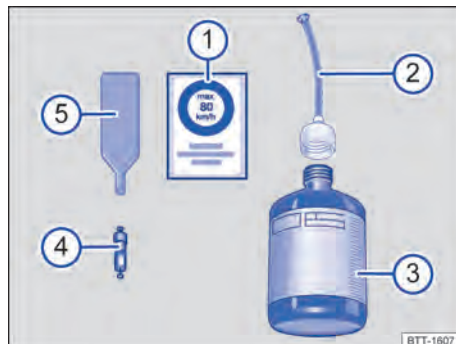

Abb. 240 Bestandteile des Pannensets (Prinzipdarstellung).
- ① Aufkleber mit der Geschwindigkeitsangabe „max. 80 km/h“ oder „max. 50 mph“.
- ② Einfüllschlauch mit Verschlussstopfen.
- ③ Reifenfüllflasche.
- ④ Ersatz-Ventileinsatz.
- ⑤ Ventileinsatzdreher.
i Der Ventileinsatzdreher → Abb. 240 ⑤ hat am unteren Ende einen Schlitz, in den der Ventileinsatz passt. Nur so kann der Ventileinsatz aus dem Reifenventil heraus- und wieder hineingedreht werden. Das gilt auch für den Ersatz-Ventileinsatz ④.
1. Aufkleber aus dem Pannenset → Abb. 240 ① im Blickfeld des Fahrers auf die Instrumententafel kleben.
3. Mit dem Ventileinsatzdreher → Abb. 240 ⑤ den Ventileinsatz aus dem Reifenventil herausdrehen und auf einen sauberen Untergrund legen.
4. Reifenfüllflasche → Abb. 240 ③ einige Male kräftig hin und her schütteln.
5. Einfüllschlauch → Abb. 240 ② fest im Uhrzeigersinn auf die Reifenfüllflasche
6. Verschlussstopfen vom Einfüllschlauch → Abb. 240 ② entfernen und das offene Ende ganz auf das Reifenventil stecken.
9. Ventileinsatz mit dem Ventileinsatzdrehher → Abb. 240 ⑤ wieder in das Reifenventil schrauben.